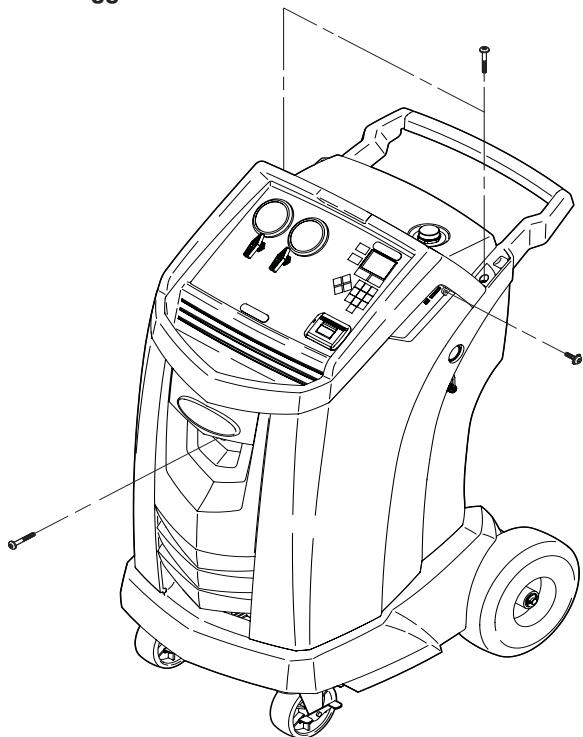

Figura 11
Spegnere la stazione. Rimuovere il serbatoio dell'olio. Togliere le quattro viti di fissaggio del frontale. Vedere la Figura 11.
2. Togliere le quattro viti di fissaggio del frontale. Vedere la Figura 11.